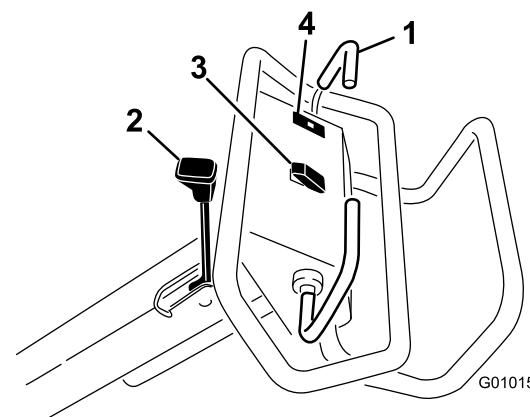

Рисунок 12
Для движения вперед передвиньте рычаг тяги вперед. Для движения назад передвиньте рычаг тяги назад (Рисунок 12).
Для включения стояночного тормоза передвиньте рычаг в сторону двигателя. Для выключения стояночного тормоза передвиньте рычаг вперед (Рисунок 12).
Сигнальная лампа давления масла (Рисунок 12) загорается, если давление масла в двигателе падает ниже безопасного уровня. При падении давления масла заглушите двигатель и определите причину. Устраните повреждение, прежде чем снова запускать двигатель.
**Подъем** - Для подъема и отключения вала аэратора нажмите на верхнюю часть переключателя (Рисунок 12). Двигатель должен работать для создания давления подъема. Если вал аэратора находится ниже транспортной высоты, см. «Сброс параметров цепей управления системы».
**Опускание/включение** - Для опускания и включения вала аэратора нажмите на нижнюю часть переключателя (Рисунок 12). Для активации переключателя рычаг тяги должен находиться в переднем положении.